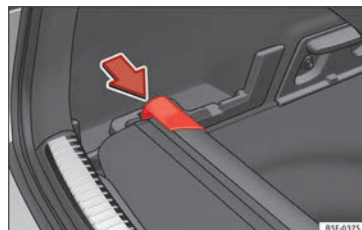

Fig. 166 Dans le coffre à bagages : logement pour ranger la plage arrière.
- Appuyez sur la tête de la plage arrière enroulable dans le sens de la flèche jusqu'à l'insérer dans le logement prévu à cet effet » **fig. 166.**